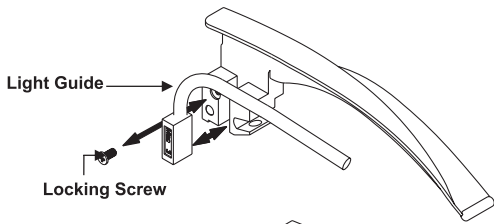

Fig 4
Nas lâminas Gima Green, as hastes das lâminas de fibra ótica são removíveis e são intercambiáveis com o mesmo tamanho de lâmina. Soltando o parafuso do lado de bloqueio, como mostrado na Fig. 4, a guia de luz pode ser desengatada e removida para limpeza, reparos ou substituição.
1. Remova o parafuso de bloqueio com uma chave de fenda, como mostrado na Fig 4.